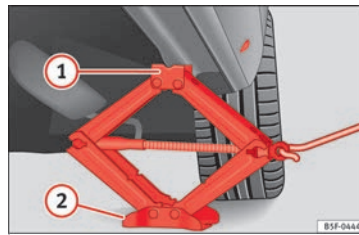

Fig. 76 Bas de caisse : placement du cric du véhicule.
- Tournez la manivelle du cric*, placé sous le point d'appui du bas de caisse, pour le lever jusqu'à ce que l'ergot (1) » » fig. 76 se trouve sous le logement en plastique prévu à cet effet.
- Alignez le cric* de sorte que l'ergot (1) « s'encastre » dans le logement en plastique prévu à cet effet sur le bas de caisse et que la plaque de base mobile (2) repose sur le sol. La plaque de base (2) doit tomber à la verticale par rapport au point d'appui (1).